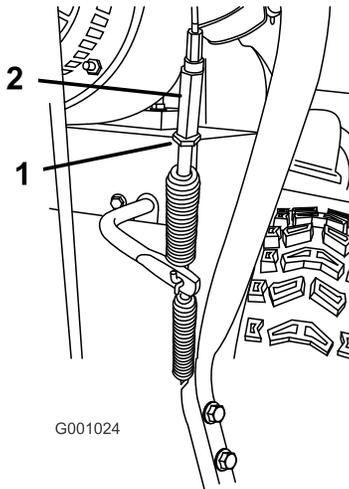

Bild 47
5. Lösen Sie die Klemmmutter (Bild 47).
6. Lösen oder ziehen Sie die Spannschraube an, um die Kabelspannung einzustellen (Bild 47).